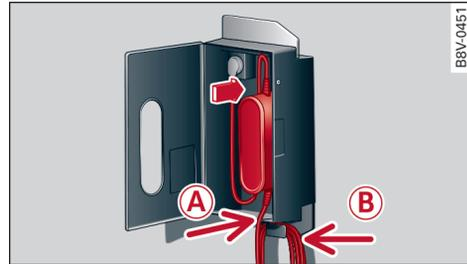

图 147 充电底座：挂上充电系统
- ▶ 将汽车电缆穿过开口 A ⇨ 图 147。
- ▶ 为了将操控单元从托架中松开，请按操控单元上方的解锁拨片 - 箭头 - ⇨ 图 147。